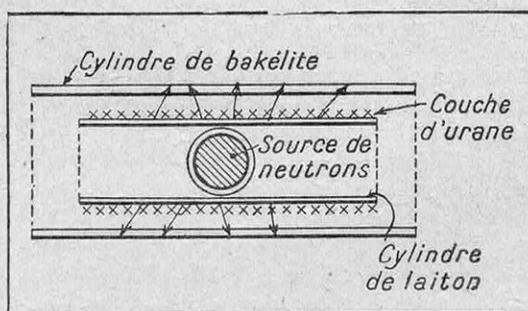

FIG. 1. — EXPÉRIENCE METTANT EN ÉVIDENCE LA FORMATION DE CORPS RADIOACTIFS ARTIFICIELS LORS DU BOMBARDEMENT DE L'URANIUM PAR LES NEUTRONS
Une source de neutrons (ampoule en verre, contenant du radon (1) et du béryllium) est placé (fig. 1) à l'intérieur d'un cylindre de laiton de 20 mm de diamètre et 5 cm de hauteur. On recouvre la surface extérieure de ce cylindre avec de l'oxyde d'urane. A 3 mm de la surface d'urane, on place un cylindre concentrique de bakélite. On observe qu'en présence de la source de neutrons, le cylindre en bakélite reçoit de nombreux fragments atomiques provenant de la rupture de certains noyaux d'uranium. Le cylindre de bakélite, transporté autour d'un compteur Geiger-Muller, donne, en effet, un nombre assez important d'impulsions électriques dont le nombre va en décroissant en fonction du temps. Les fragments qui se sont fixés dans la bakélite sont donc radioactifs et les périodes des radioéléments soit disant transuraniens sont retrouvées par cette élégante méthode de projection atomique.